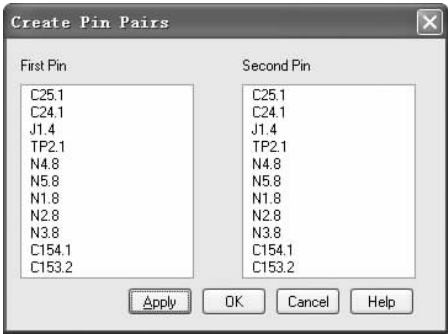

图 5-33 引脚对
- : 单击该按钮，弹出添加引脚对的对话框，如图 5-33 所示，单击  按钮，关闭该对话框，完成引脚对的添加。